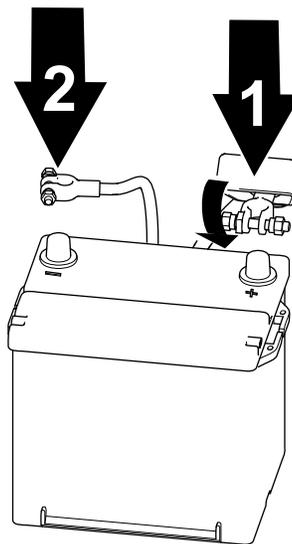

Рисунок 63
1. Подсоедините положительный кабель к аккумулятору и затяните зажимную гайку аккумулятора (Рисунок 63).
2. Подсоедините отрицательный кабель к аккумулятору и затяните зажимную гайку аккумулятора (Рисунок 63).